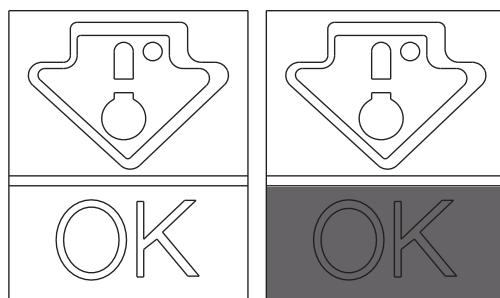

Fig. 5
• Pentru a menține aromele și prospețimea alimentelor, se recomandă depozitarea acestora în compartimentul de refrigerare, așa cum se poate observa în Fig. 5 de mai jos. Alimentele trebuie învelite în folie de aluminiu sau plastic sau trebuie așezate în recipiente adecvate, pentru a se evita întrepătrunderea mirosurilor.
Verificați dacă pe indicatorul pentru temperatură este vizibil cuvântul OK (Fig. 5).